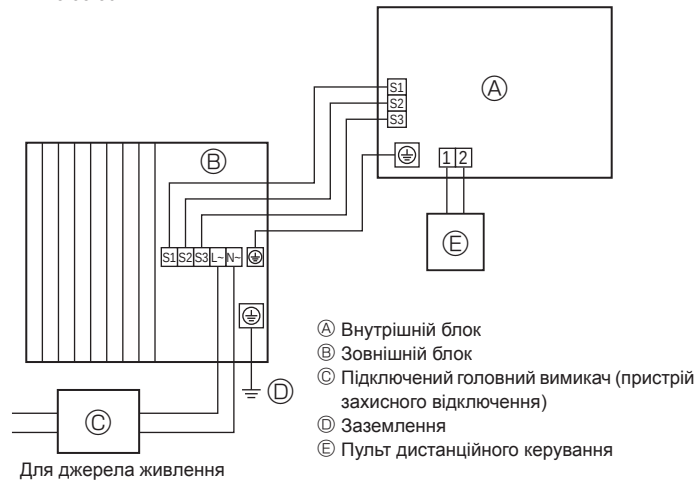
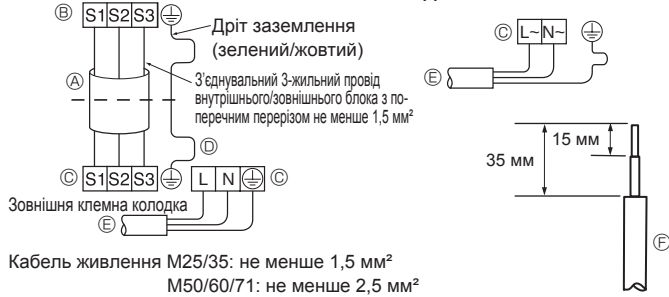
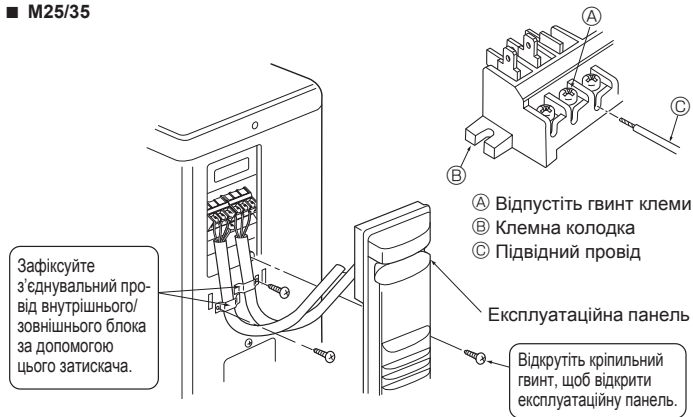
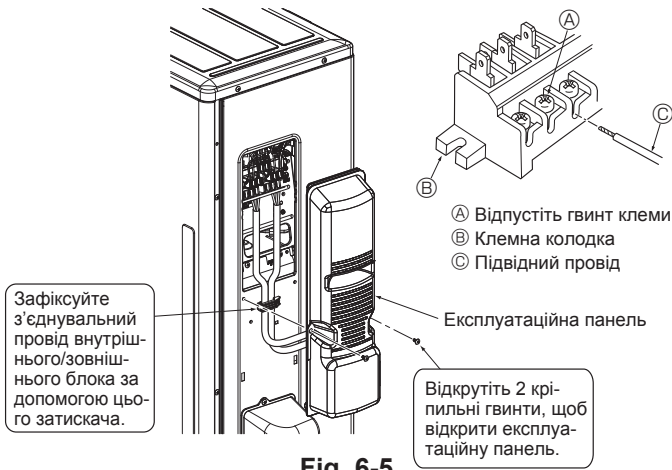

Fig. 6-1
Fig. 6-2
Fig. 6-3
Fig. 6-5
6.1. Зовнішній блок (Fig. 6-1, Fig. 6-2, Fig. 6-3, Fig. 6-4, Fig. 6-5)
- ① Зніміть експлуатаційну панель.
- ② Проводи та кабелі, зображені на Fig. 6-1, Fig. 6-2, Fig. 6-3, Fig. 6-4 й Fig. 6-5.
- Під'єднайте провід, як показано на схемі внизу ліворуч (придбайте кабель самостійно). (Fig. 6-2)